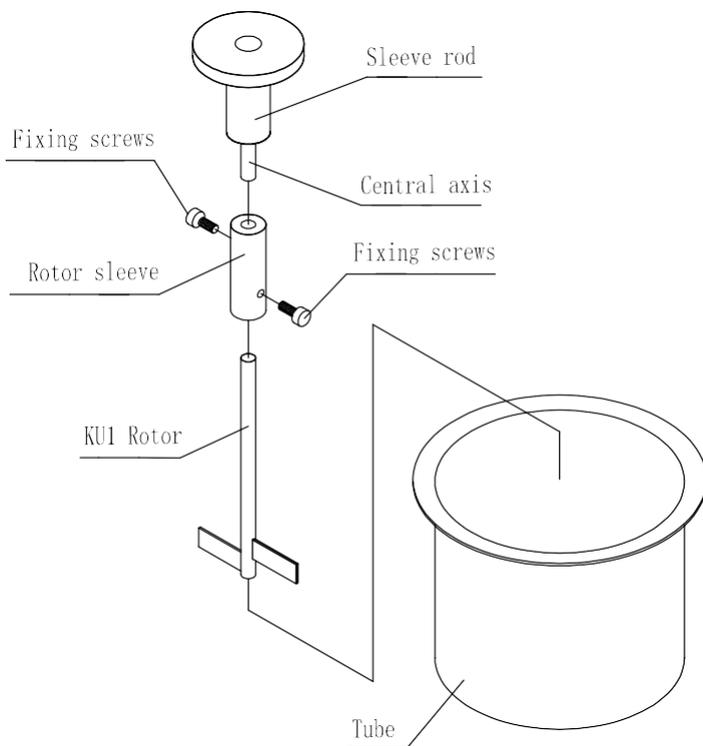

Fig. 1
(1) Saque el rotor (husillo) y el soporte del embalaje, y sujete el husillo con el tornillo de fijación. Nota: fije el tornillo a la abertura en la barra del husillo y fije el otro extremo del husillo en el eje central. Transfiera una cantidad adecuada de la muestra analizada al tubo de material. Ver detalles en la Fig. 1.